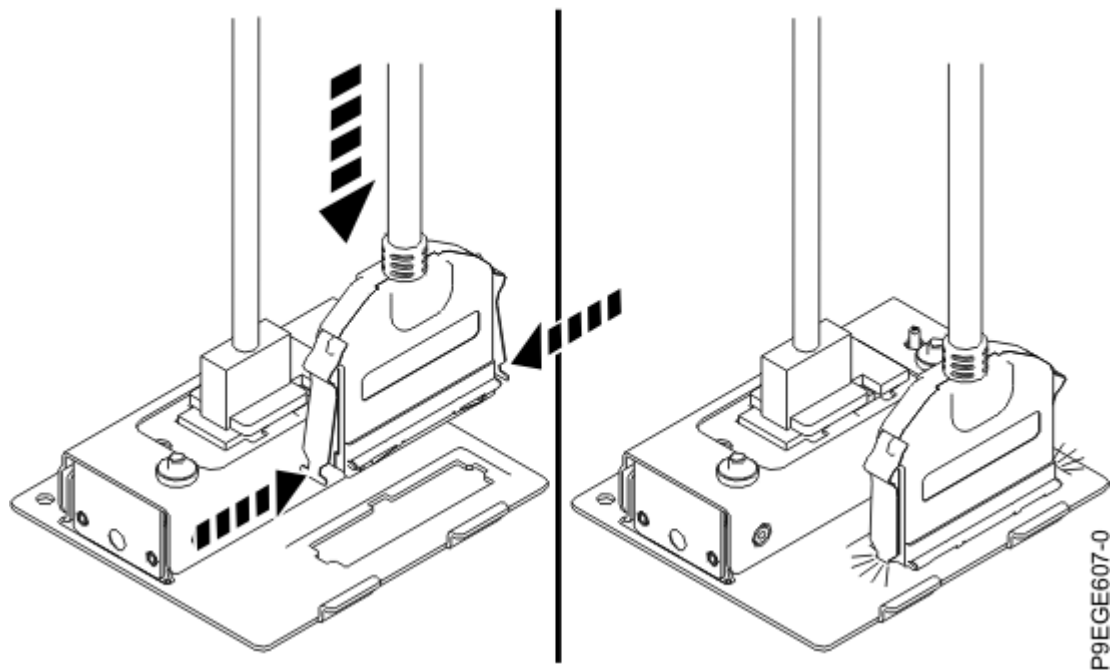

Abbildung 22. USB-Kabel an der Vorderseite und Buchse installieren
2. Verriegeln Sie die USB-Kabelbuchse im USB-Halter. Stellen Sie sicher, dass die Lasche an der Buchse am Halter ausgerichtet ist. Drücken Sie die Laschen zusammen und führen Sie die Buchse in die Öffnung ein, bis die Laschen einrasten (siehe Abbildung 22 auf Seite 24).